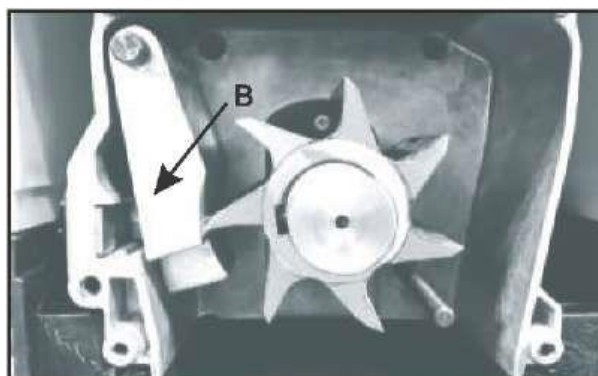

Fig. 6B)
2. Verwijder de tellerplaat (B) en plaats een nieuwe. (fig. 6B)